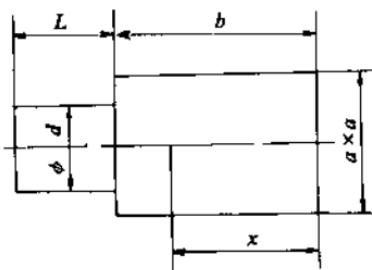

图 2
13. 有一内部组织均匀的物体，如图 2 所示，大端为长方体，小端为圆柱体，若 $a=1\text{ m}$, $b=2\text{ m}$, $L=4\text{ m}$, $d=0.5\text{ m}$, 求物体重心距大端端头的距离 x ?